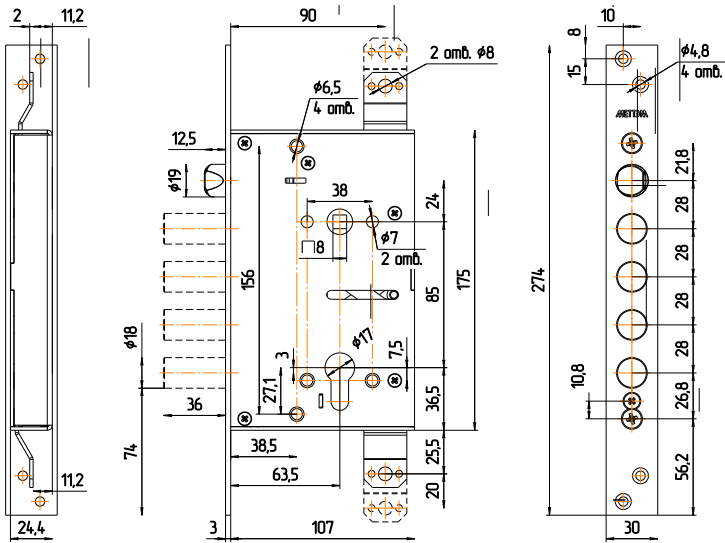

Рис.2
4.1. Произвести разметку двери согласно рис.2. Выполнить на торце полотна двери гнездо для корпуса замка, а также отверстия для крепежа замка. Выполнить на полотне двери отверстия для цилиндрического механизма, для стержня ручек фалевых и крепежа, а в дверной коробке отверстия под пальцы засова и защёлки.